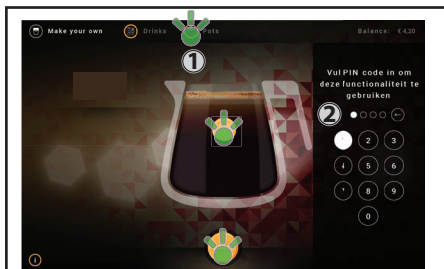

Fig. 4.9 - "Jarras"
1. Tocar el icono de arriba a la derecha "Jarras" **(1)** en el touch screen, cuando el dispensador está en modalidad de erogación (fig. 4.9).
2. Digitar el PIN **(2)**, si es aplicable (fig. 4.9).